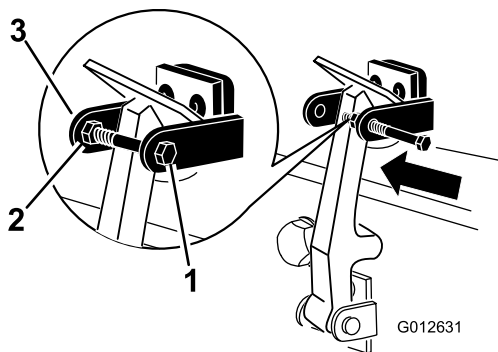

Figura 6
8. Avvitare il bullone nell'altro braccio della staffa del fermo del cofano per bloccare il fermo in posizione (Figura 6). Serrate il bullone ma non serrate il dado.